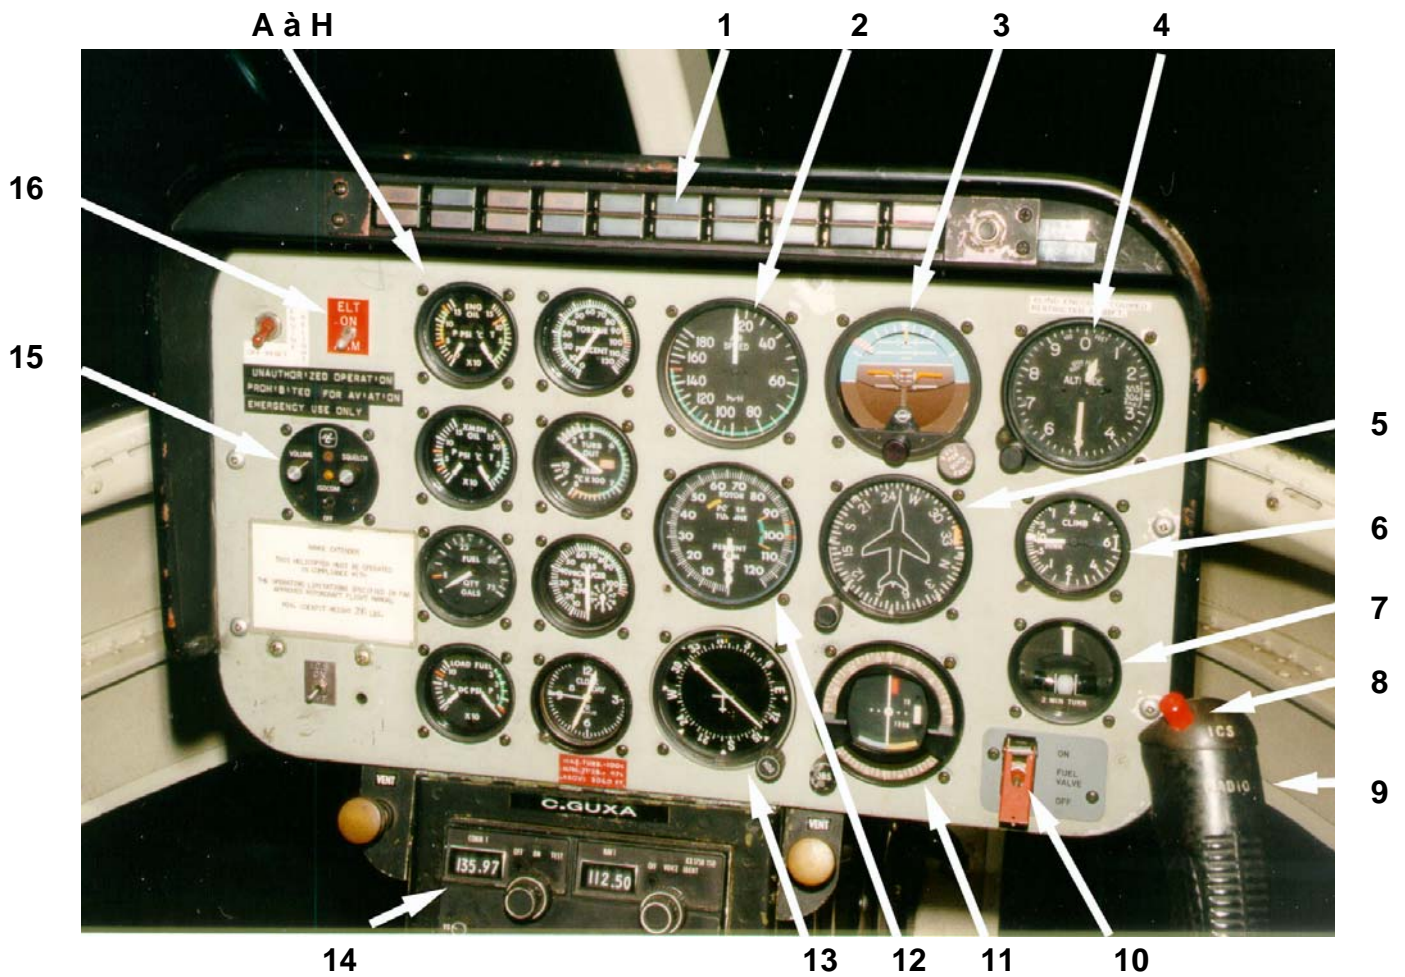

Figure 6 (photos © Pierre GILLARD)
- Un tableau de bord surmontant une colonne « avionique » (voir figure 6)